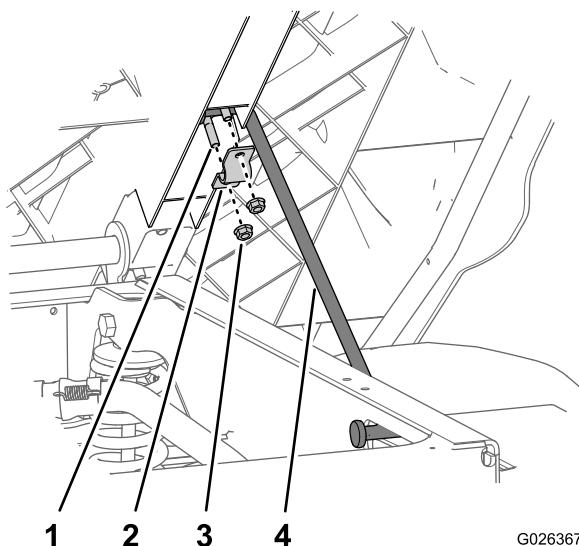

図 2
4. サドルブラケットと支え棒の上端を荷台に固定しているキャリッジボルト 2本 5/16 x 5 インチと歯付きナット 5/16 インチ 2個を外す図2。